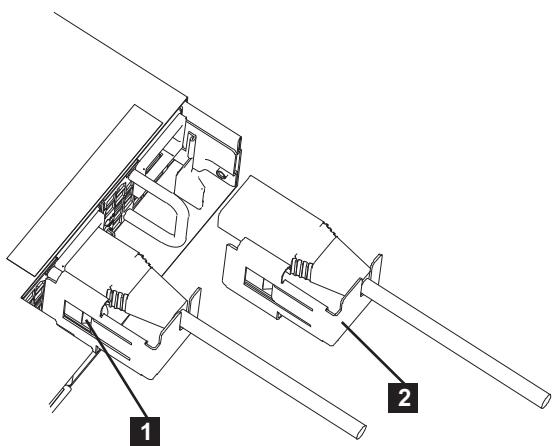

图 33. SAN Volume Controller 2145-CG8 电缆固定支架
如图 33 中所示，电缆固定支架的安装不需要任何工具。
2. 调整电源线上的电缆固定支架，以使其位于电缆左侧，如图 33 中的 2 所示。
3. 向 SAN Volume Controller 2145-CG8 电源 (2) 方向同时推动支架和电缆，小心地将电源线与电源上的电源接口对齐，并将支架与电源把手对齐。
4. 小心地对着电源把手推送支架，以将弹簧夹 (1) 压至把手前缘。
5. 将电缆和支架推送到位，如图 33 所示。